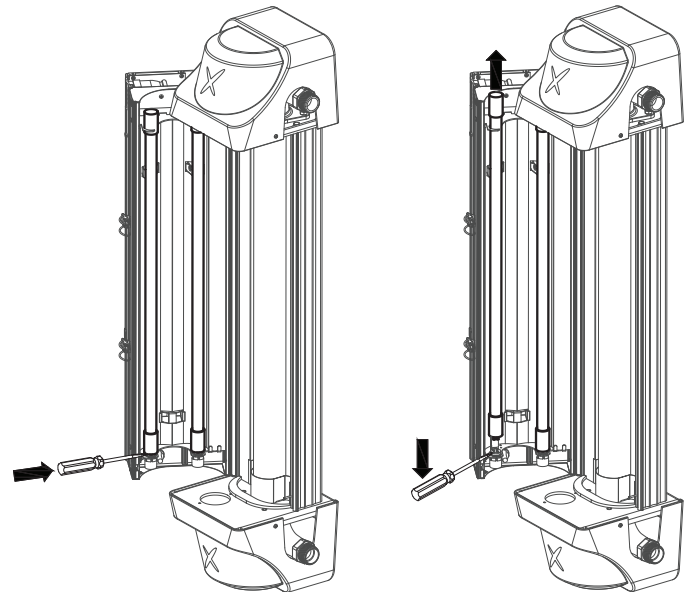

Figure 7-3
2. Utilisez un tournevis à tête plate pour soulever les lampes entre la base de la lampe et l'emboîture en céramique, voir Figure 7-3.